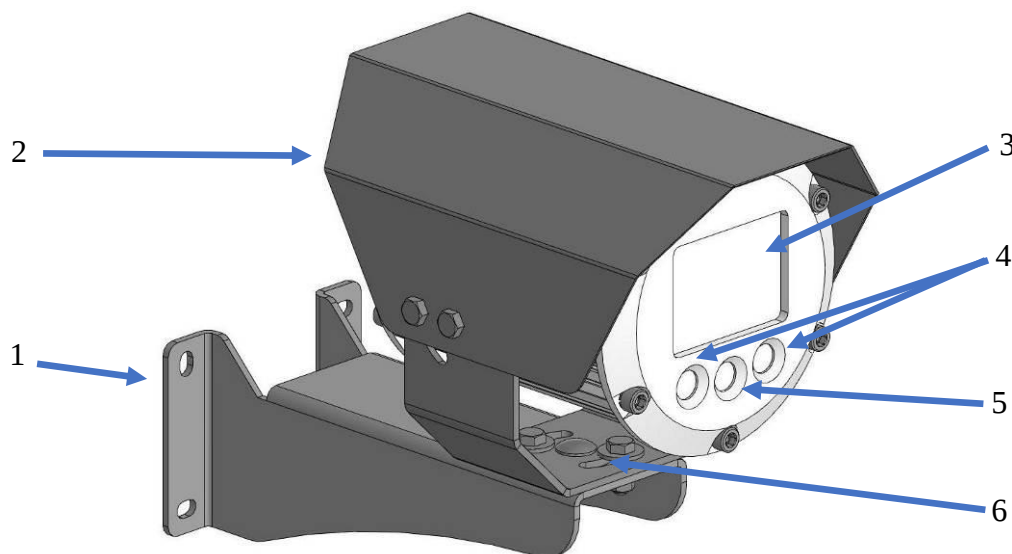

Рисунок 1 – Внешний вид видеокамеры АйТек ПРО А10-Exd
- Открутить винт крепежно-юстировочного устройства и отсоединить от видеокамеры, рис. 1;
- Установить видеокамеру на крепежно-юстировочное устройство, включить монитор, нацелить камеру на контролируемую зону и зафиксировать винтом, рис. 1.